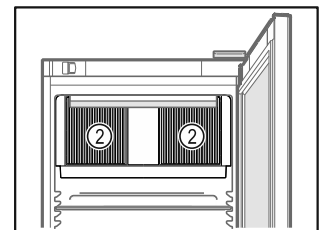

Fig. 53
- Тримати відкритою вентиляційну щілину Fig. 53 (2) вентилятора циркуляційного повітря у внутрішній камері.